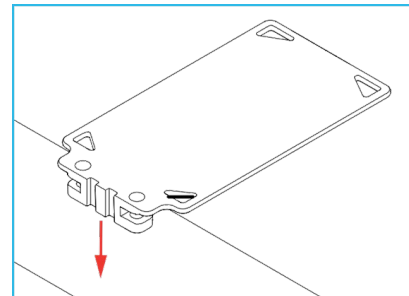

Abbildung 1
3.1a Entfernen Sie die Auflage-Matratze (Topper) und legen Sie die Betauflage auf der Liegefläche an die gewünschten Position. Stellen Sie sicher, dass die Handlauf-führung über die Kante der Federkenmatratze rausragt und nach unten zeigend positioniert ist (siehe Abb. 1).